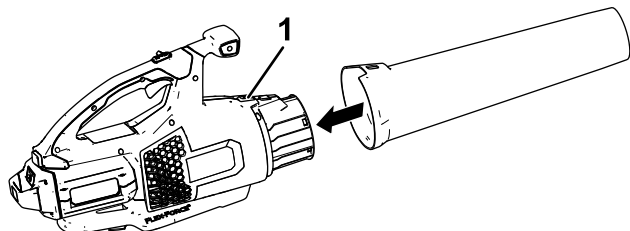

Bild 1
Setzen Sie das Laubbläserrohr in das Gehäuse des Laubbläser ein. Sie müssen die Rohrverriegelung für das Laubbläserrohr ggf. nach unten drücken, um sie zu arretieren (**Bild 1**).
3. Halten Sie den Griff und drücken Sie das Batteriepack in den Griff, bis der Riegel einrastet (Bild 1).